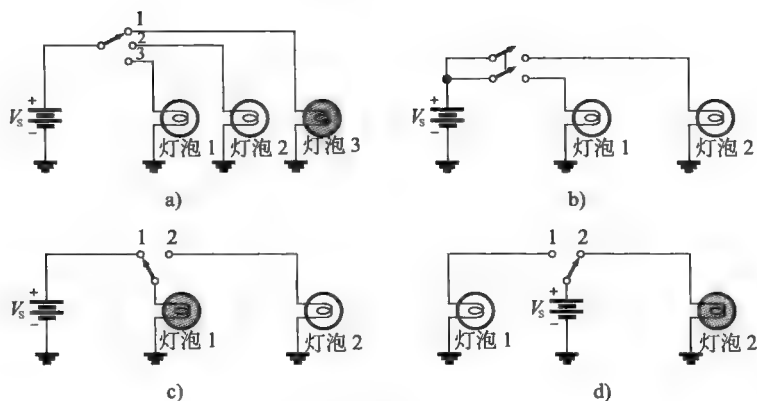

图 2-70 习题 39 图
39. 图 2-70 中只有一个电路可能使所有灯泡同时点亮, 试确定是哪一个电路。